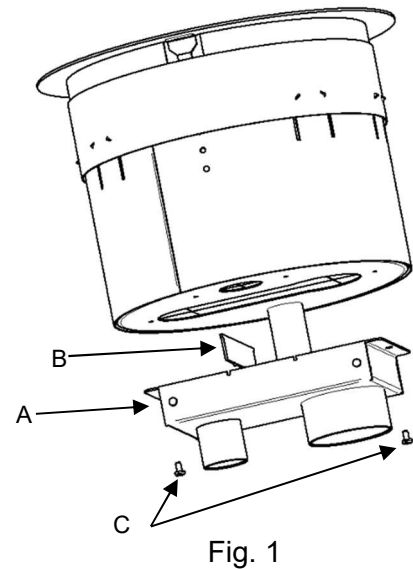

Fig. 1
4. L'élément inférieur (A) est livré avec l'accessoire. Introduire la cloison (B) dans l'élément inférieur (A) (consulter la Fig. 1) puis fixer celui-ci à la boîte avec les vis (C) fournies. Serrer les vis à un couple de 0,7-1,1 N•m (6-10 lb•po).